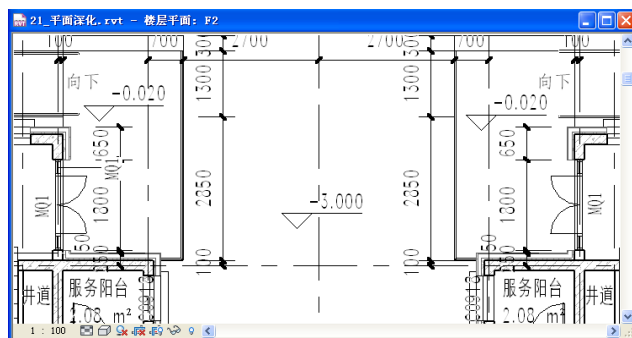

图 6-33
- 7) 因为室外地坪无可参照的图元放置高程点, 所以选择使用符号中的“FA\_符号\_高程: 高程点\_平面”来进行相应的标注, 单击“注释”选项卡>“符号”面板>“符号”工具, 在图示位置上放置, 并单击文字处修改内容为“-0.300”(如图 6-33 所示)。